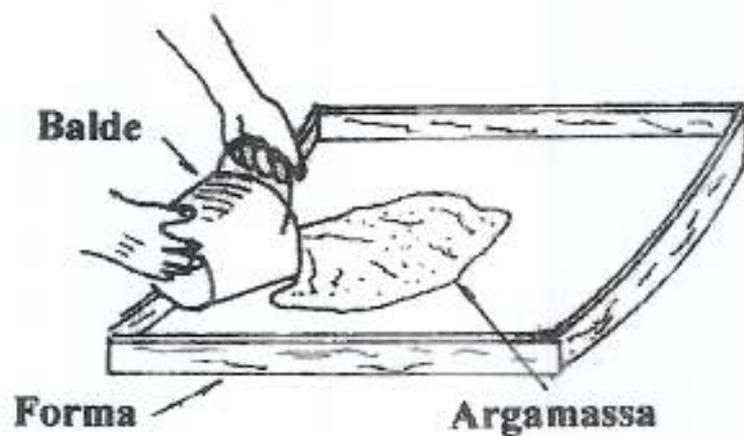
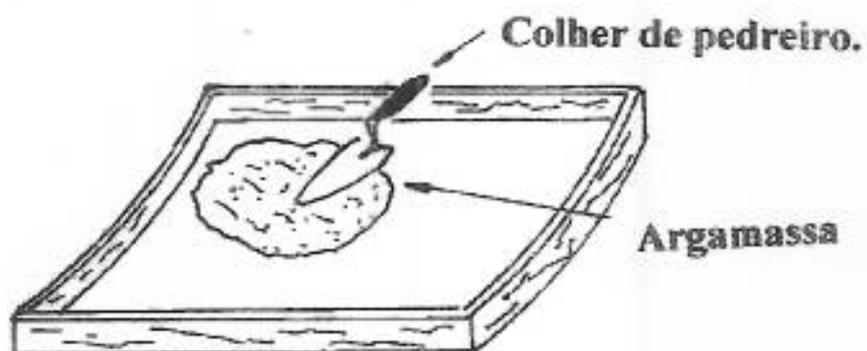

Figura 12a
Figura 12b
- despeje a massa com um balde dentro da forma (figura 12a); espalhe-a com a colher de pedreiro (figura 12b); sarrafe a massa com uma tábua (figura 12c), recolhendo o excesso na parte central da forma; retire, neste momento, a forma, segurando-a pelas extremidades opostas (figura 12d);